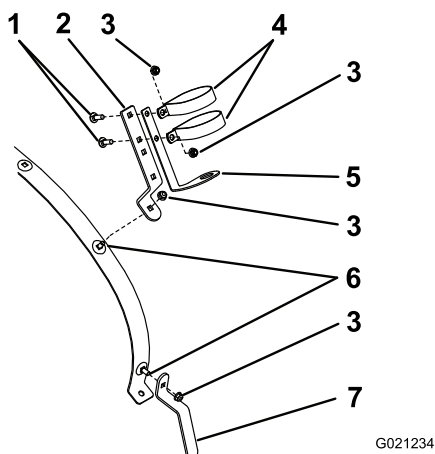

Figura 3
2. Instale o gancho de tubo inferior como se mostra em Figura 3 utilizando um parafuso de carroçaria (5/16 x 3/4 pol.) e uma porca flangeada (5/16 pol.).
3. Instale o gancho de tubo superior como se mostra em Figura 3 utilizando um parafuso de carroçaria (5/16 x 3/4 pol.) e uma porca flangeada (5/16 pol.).
4. Monte o suporte da pistola de pulverização no gancho de tubo superior como se mostra em Figura 3.